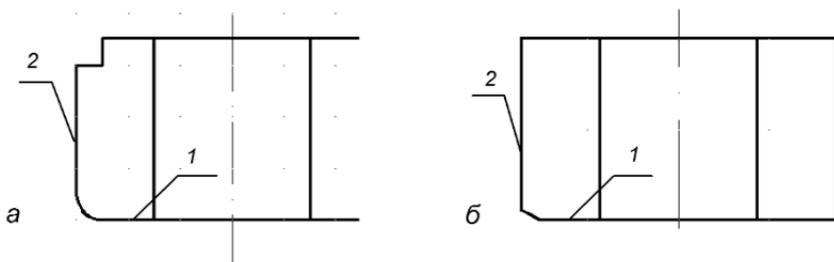

Рис. 4.6. Построение скругления и фаски
12. Скруглить нижний левый край детали дугой окружности радиусом 5 мм (рис. 4.6а), используя команду **Fillet** (Округление), для этого:
13. Выполнить фаску с катетом 2 мм по прямой 1 и под углом 30° к ней (рис. 4.6,6), используя команду **Chamfer** (Фаска):